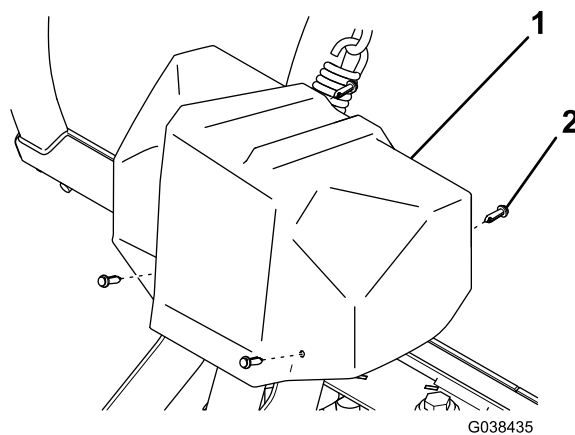

Figure 23
- Retirez les 4 rivets en plastique qui fixent le couvercle d'accouplement sur l'accouplement, et déposez le couvercle (Figure 23).